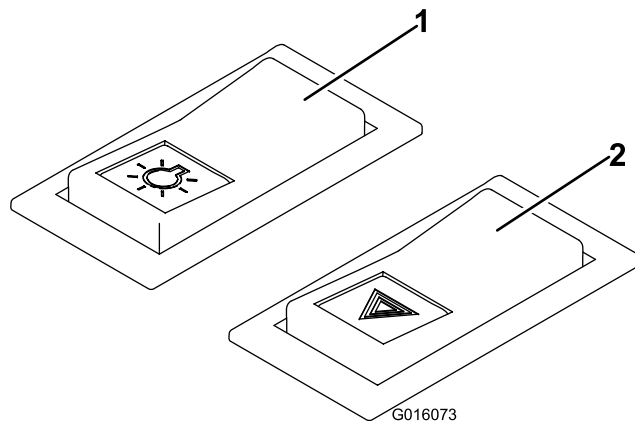

Bild 20
- Mit dem **Warnblinkschalter** schalten Sie die Warnblinkanlage ein oder aus; er funktioniert selbst bei ausgeschalteter Zündung (Bild 20).
- Mit dem **Hauptlampenschalter** schalten die Scheinwerfer und Rückleuchten ein oder aus. Funktioniert nur bei eingeschalteter Zündung (Bild 20).